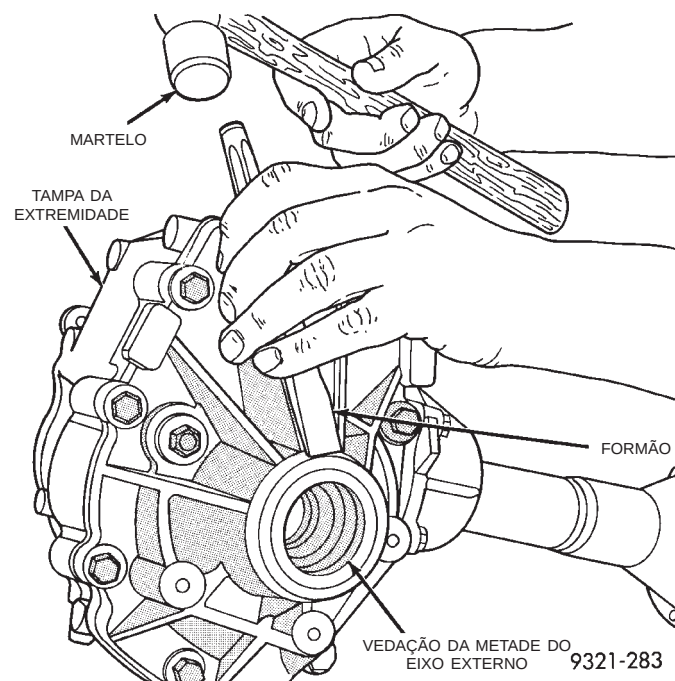

Fig. 52 Remoção da Vedação Externa
- (1) Levante o veículo em um guindaste.
- (2) Remova metade do eixo dianteiro direito do veículo.
- (3) Remova a vedação de saída com um martelo e um formão (Fig. 52).